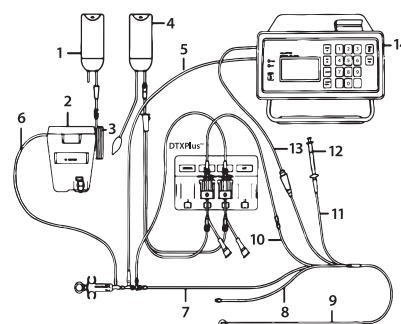

Рисунок 1. Настройка системы с закрытым контуром
ДОПОЛНИТЕЛЬНЫЕ ЭЛЕМЕНТЫ ДЛЯ УСТАНОВКИ (СМ. РИС. 1)
12. Подсоедините корпус сенсора температуры инъектата и блок Critikit™ к ранее заполненному просвету для мониторинга ЦВД на катетере ЛА (см. рис. 1). Закрепите систему доставки инъектата так, чтобы свести к минимуму движения компонентов в местах соединения.
19. Подсоедините кабель встроенного сенсора (модель SP4045 или другой совместимый кабель) к корпусу сенсора температуры инъектата, вставив в корпус пружинный механизм и затянув его (см. рис. 1).